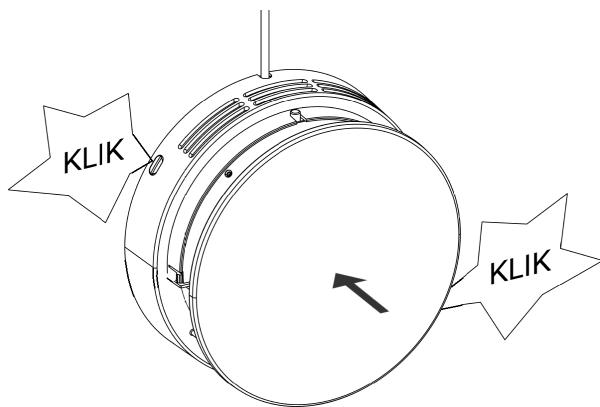

Abbildung 25 - Das Lüftungsgerät wieder in die Wand einsetzen
- Das Lüftungsgerät wieder in die Wand einsetzen, vorsichtig hineindrücken, sodass die Schnappverschlüsse mit einem kleinen Klick wieder einrasten, siehe nachstehende Abbildung 25 unten.